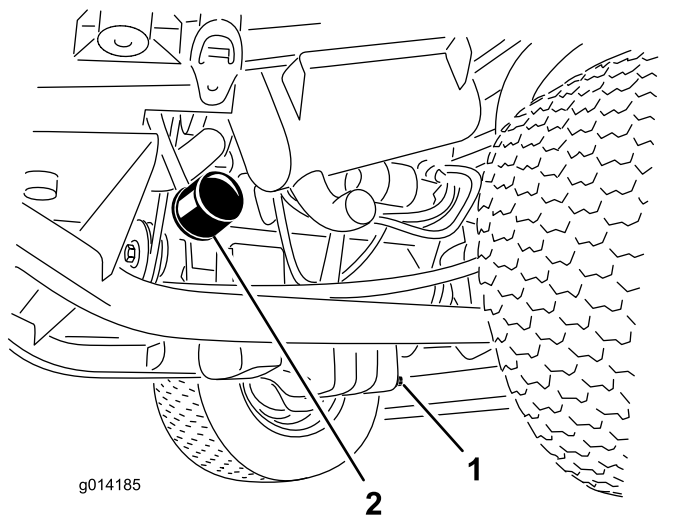

Figura 33
1. Retire el tapón de vaciado (Figura 33) y deje fluir el aceite a un recipiente apropiado.
3. Retire el filtro de aceite (Figura 33).